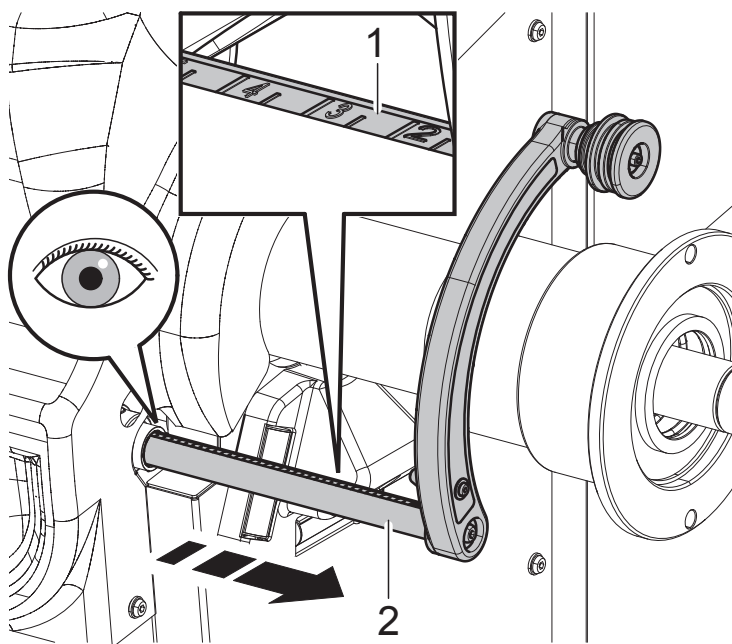

Fig. 56
2. leggere il valore indicato sulla scala graduata (Fig. 56 rif. 1) fissata al braccio del calibro distanza/diametro (Fig. 56 rif. 2);